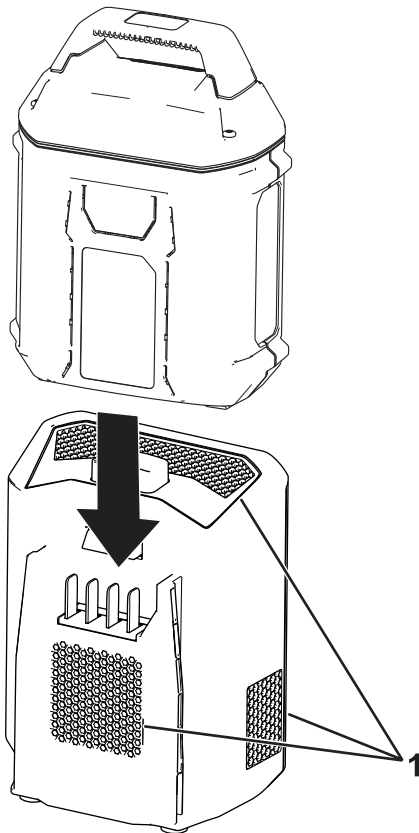

Figura 4
1. Compruebe que los orificios de ventilación de la batería y del inversor están libres de polvo y residuos (Figura 4).
3. Alinee el hueco de la batería con la lengüeta del inversor (Figura 4).